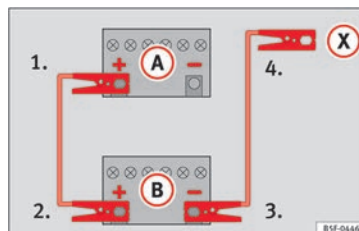

Fig. 59 Schéma de branchement pour les véhicules non équipés du système Start-Stop.
2. Raccordez une extrémité du câble de démarrage rouge au pôle positif (+) du véhicule dont la batterie est déchargée (A) » fig. 59.
3. Raccordez l'autre extrémité du câble de démarrage rouge à la borne positive (+) du véhicule fournissant le courant (B).
- 4a. Sur les véhicules sans système Start-Stop : raccordez une extrémité du câble d'urgence noir à la borne négative (-) du véhicule fournissant le courant (B) » fig. 59.
- 4b. Sur les véhicules avec système Start-Stop : raccordez une extrémité du câble d'urgence noir (X) à une borne de mise à la terre appropriée, à une pièce